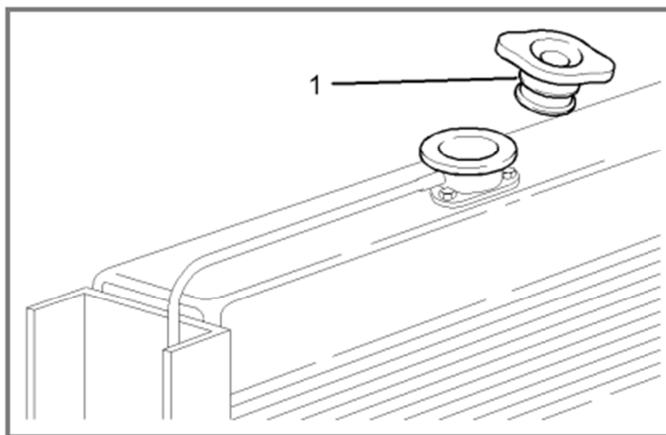

Рисунок 6-1. Крышка заливной горловины системы охлаждения
1) Медленно ослабьте крышку заливной горловины системы охлаждения (см. рисунок 6-1), чтобы сбросить давление в системе.